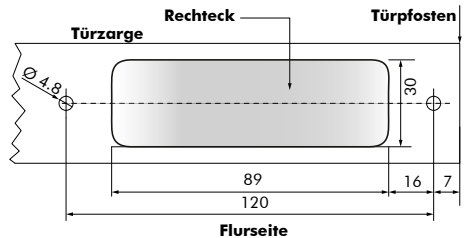

Abb. 22: Schablone (Bohren und Ausschneiden)
2. Im Abstand von 120 mm (Abstand von Bohr- zu Bohrloch) zwei Löcher von 4.8 mm für den vormontierten Sensor in die Türzarge bohren (Abb. 22).